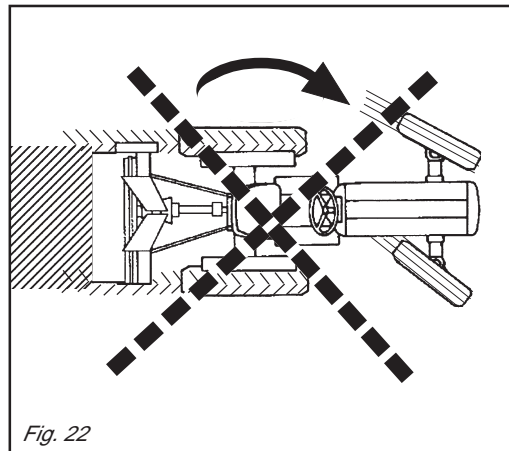
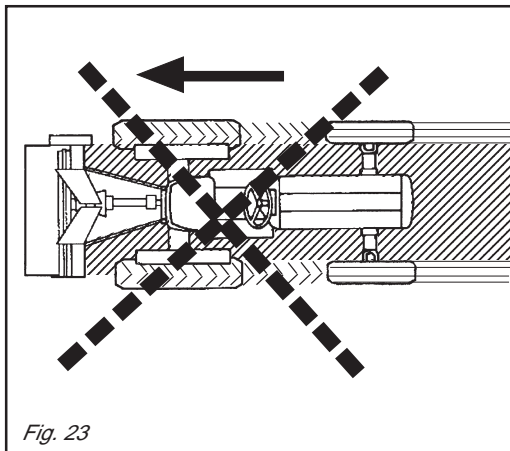
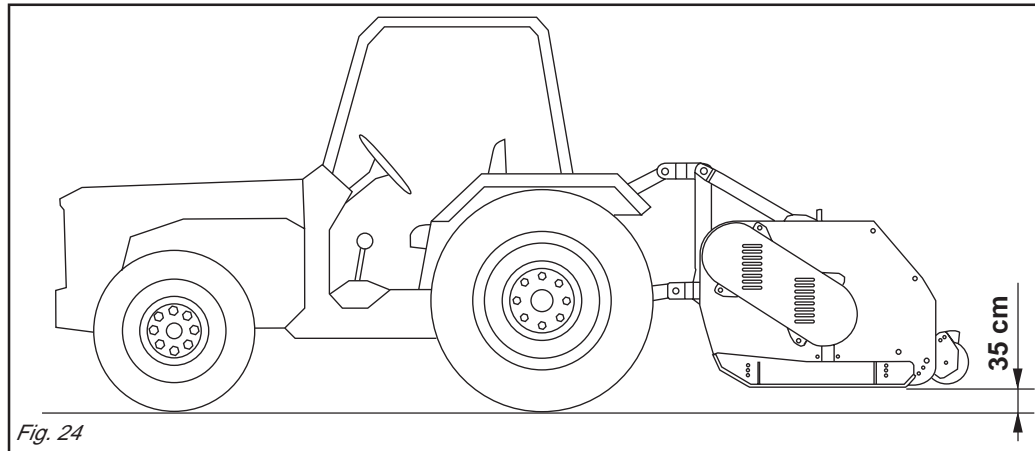

Fig. 22
Fig. 23
Fig. 24
Evitare di far girare a vuoto (fuori del terreno) la macchina. Durante il lavoro evitare di effettuare curve con la macchina abbassata, né tantomeno lavorare in retromarcia (Fig. 22). Sollevarla sempre per i cambiamenti di direzione e le inversioni di marcia (Fig. 23).
Durante il trasporto, e ogni qualvolta si renda necessario il sollevamento della macchina, è opportuno che il gruppo di sollevamento del trattore venga regolato in modo che la macchina stessa non sia sollevata da terra per più di 30÷35 cm circa (Fig. 24). Evitare di immettersi su strade pubbliche con la macchina sporca di terra, erba o quant'altro che produca sporcizia e/o intralcio al traffico stradale. Non far cadere con violenza la macchina sul terreno ma farla scendere lentamente. In caso contrario si provocherebbero forti sollecitazioni su tutti i componenti della macchina stessa che potrebbero comprometterne la loro integrità.
*Avoid idling the machine when away from the ground. While at work, avoid working in reverse gear or taking curves with the machine lowered (Fig. 22). Always raise the machine when changing direction or reversing gears (Fig. 23).*
*During transport, and whenever raising the machine becomes a necessity, the hoisting unit of the tractor should be regulated in order that the shredder is never raised from the ground more than 30-35 cm (Fig. 24).*
Der Betrieb der Häckselmaschine außerhalb des zu bearbeitenden Grunds (Leerlauf) ist absolut zu vermeiden. Während des Betriebs sollten Kurven bei abgesenkter Maschine, sowie Arbeiten im Rückwärtsgang vermieden werden (Abb. 22).
Die Maschine ist bei jedem Richtungswechsel unbedingt anzuheben (Abb. 23). Während des Transports, bzw. bei jeder Art von Beförderung der Maschine, bei der diese angehoben wird, ist darauf zu achten, daß das Hubwerk des Traktors so eingestellt ist, daß die Maschine höchstens 30 - 35 cm vom Boden angehoben wird (Abb. 24).
*Eviter de faire tourner le broyeur à vide (en dehors du terrain). En phase de travail, éviter d'effectuer des virages quand la machine est abaissée et surtout de travailler en marche arrière (Fig. 22).*
*Soulever toujours la machine pour changer de direction ou pour faire demi-tour (Fig. 23).*
*Durant le transport et chaque fois qu'il faut soulever le broyeur, veiller à ce que le groupe de soulèvement du tracteur soit réglé afin que le broyeur ne se soulève du sol que de 30-35 cm environ (Fig. 24).*
No haga girar el triturador en vacío (fuera del terreno). Durante el trabajo, no efectúe curvas cuando la máquina esté baja, ni mucho menos marcha atrás (Fig. 22).
Siempre levante la máquina para cambiar de dirección e invertir la marcha (Fig. 23).
Durante el transporte y cada vez que sea necesario levantar el triturador, es oportuno que el grupo de levantamiento del tractor esté regulado de manera tal que el triturador no se levante más de 30÷35 cm aproximadamente de la tierra (Fig. 24).